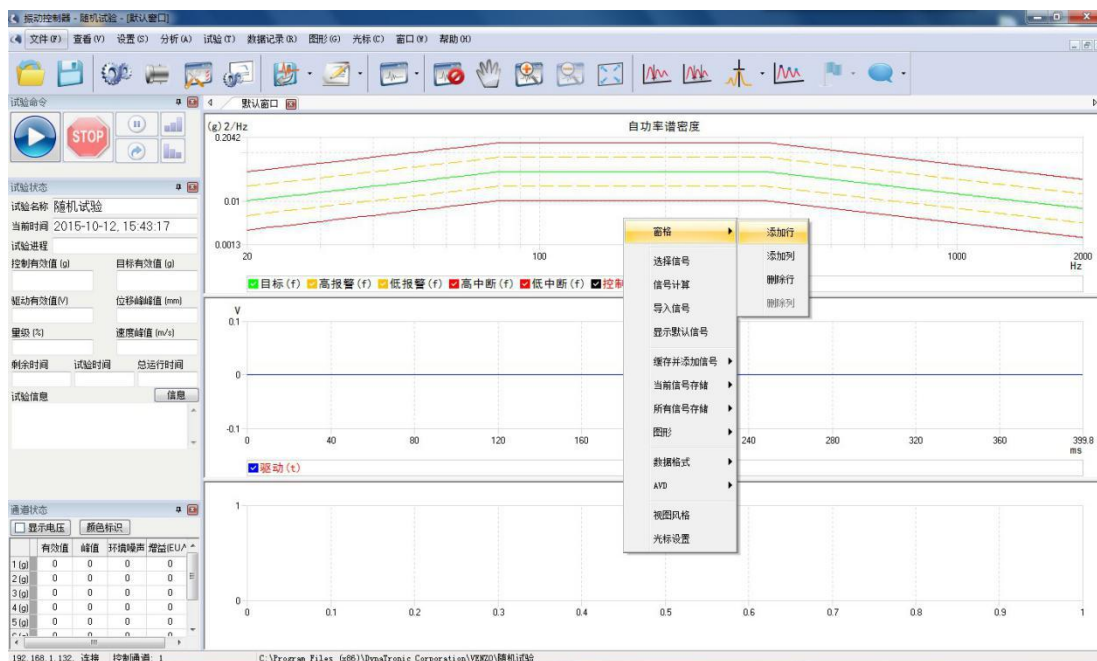

图 2-19
1. 选择下拉菜单“图形”-“窗格”-“增加行”/“增加列”，可增加显示窗格，如图 2-19 所示：